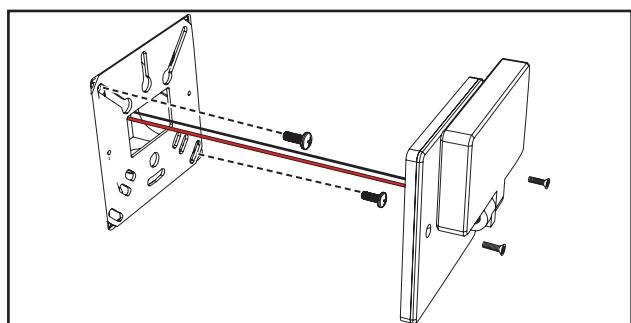

Figura 2.
- Empuje todos los cables y el controlador hacia adentro de la caja de derivación. Mantenga la tensión de línea y los conectores de salida del controlador por separado. Coloque la placa de montaje por encima de la caja de derivación y asegúrela con los dos tornillos. (Figura 2.)